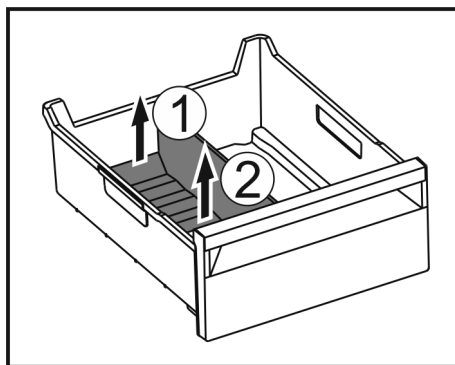

Fig. 221
- ▶ Podignite stražnji dio pregrade ladice za led. Fig. 221 (1)
- ▶ Izvadite pregradu ladice za led prema gore. Fig. 221 (2)